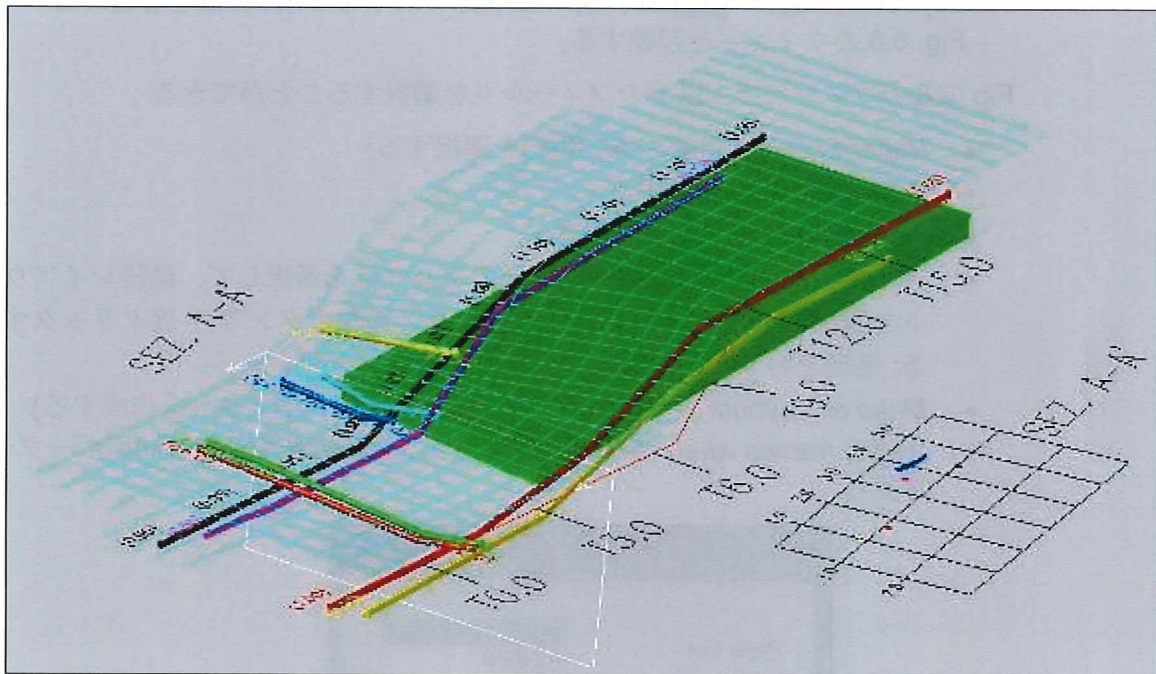

Fig. 6.6 – 活性化レンダリングを伴う 3D 画像
8. **Shade 3D Objects** は、AutoCad ファイル内の全 3D エLEMENTの“レンダリング”を自動的に実行する (Fig. 6.6 を参照)。